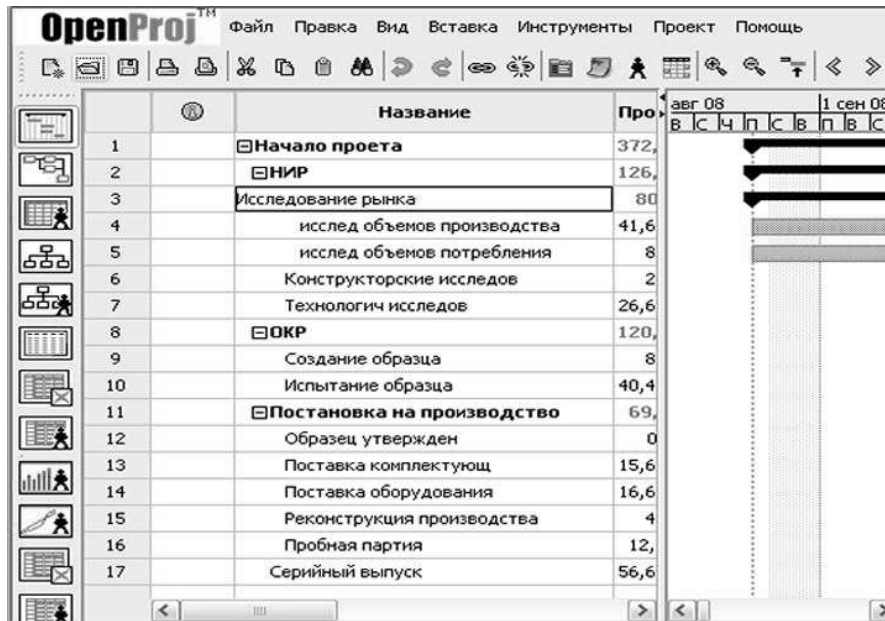

Рис. 5.3 – Иерархическая структура работ в представлении Gantt
2. Выровнять работы по левому краю (стрелки в строке Меню), декомпозируя на составные работы (более левовыровненные) и дочерние (сдвинутые вправо) работы проекта (рис. 5.3).